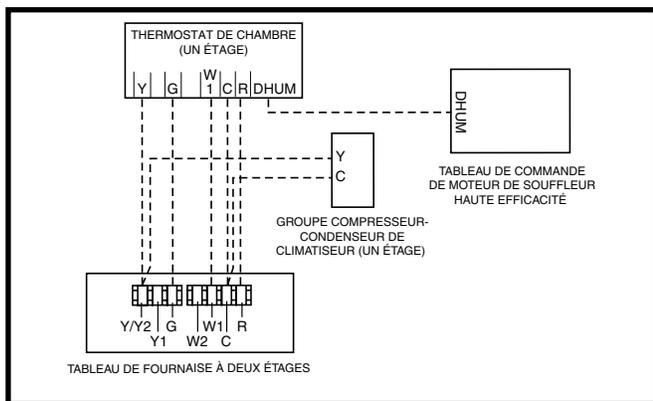
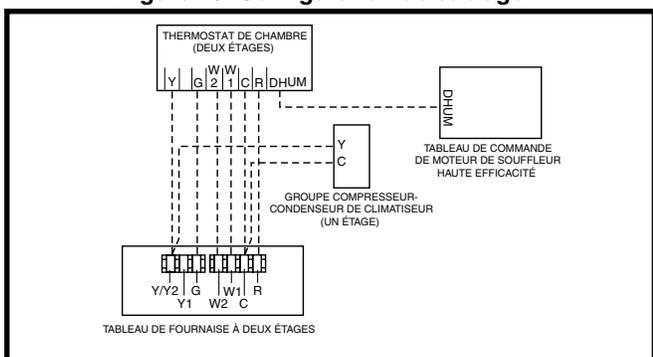

Figure 19. Configuration de câblage 1
Figure 20. Configuration de câblage 2
- Le thermostat doit être installé conformément aux directives fournies par le fabricant du thermostat. Les branchements basse tension (24 V c.a.) du thermostat sont raccordés à la plaque à bornes intégrée dans la fournaise. Pour les applications de chauffage, les Figure 19 et Figure 20 \(page 23\) montrent comment raccorder correctement un thermostat à un étage ou à deux étages. Le calibre de fil minimal recommandé pour le câblage du thermostat est indiqué dans le Tableau 8, \(page 33\).
- Branchez la sortie **W** du thermostat à la borne **W1** des tableaux de commande de la fournaise. Ceci permet à la fournaise de toujours fonctionner en mode faible puissance. Voyez la Figure 19.
Cette option utilise l'ensemble des capacités de chauffage à deux étages de la fournaise avec un conditionneur extérieur à un étage. Voyez la Figure 20.
La fonction d'autorégulation permet l'utilisation d'un thermostat à un étage tout en profitant de certains des avantages du fonctionnement d'une fournaise à deux étages. Si l'autorégulation est activée, la fournaise passe au feu **DOUX** après avoir initialement démarré au feu **ÉLEVÉ**. Après une période de 10 minutes, la fournaise passe au feu **ÉLEVÉ**, jusqu'à ce que la charge calorifique soit atteinte. Voyez la Figure 19 \(page 23\) et la section Branchement basse tension.
- ✓ Vérifiez que tous les fils de thermostat nécessaires sont bien branchés aux fils appropriés de la plaque à bornes de la carte à circuits imprimés. Voyez la Figure 19 et la Figure 20.